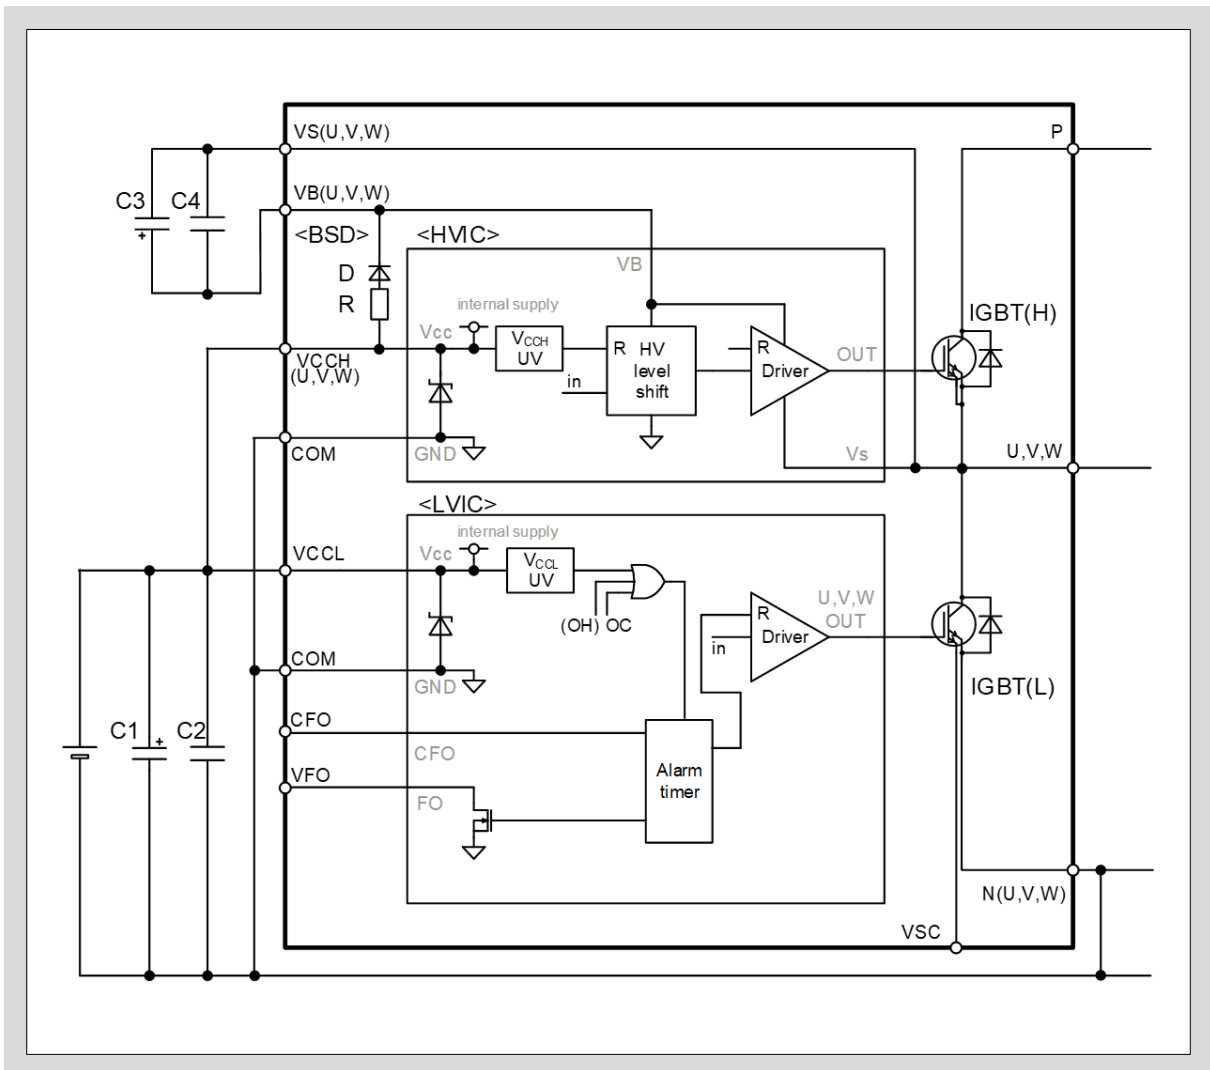

图3-1 上桥·下桥控制电源 $V_{CCH(U,V,W)}$, V_{CCL} 的欠压保护电路
- 图3-1是控制电源 ($V_{CCH(U,V,W)}$, V_{CCL}) 的欠压保护电路示意框图。
- 如图3-1 所示, $V_{CCH(U,V,W)}$ -COM 和 V_{CCL} -COM 引脚间通过二极管连接。这些二极管是为了保护本产品免受浪涌电压影响而内置的。如果将其作为稳压管使用, 可能会导致本产品损坏, 因此请不要将其作为稳压管用于电压钳位。